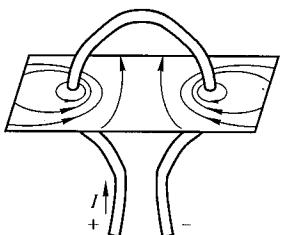

图 1-18 环形电流的磁场
② 环形电流的磁场。图 1-18 是表示环形电流的磁场中的磁感应线图。可以用图 1-17(b) 的右手螺旋定则来确定磁感应线的方向。